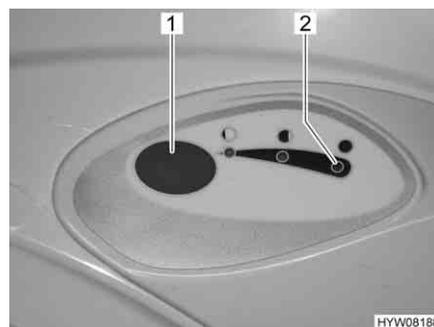

Fig. 175 Pulsante dello sciacquone/spia di controllo toilette Thetford
- Per sciacquare premere il pulsante blu (Fig. 175,1).
La spia di controllo (Fig. 175,2) si accende quando il serbatoio fecale deve essere svuotato.